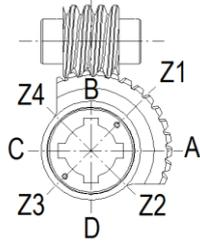
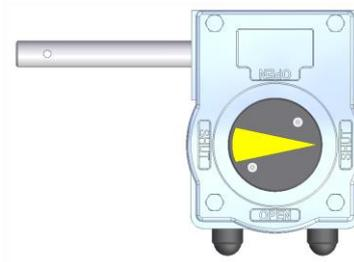
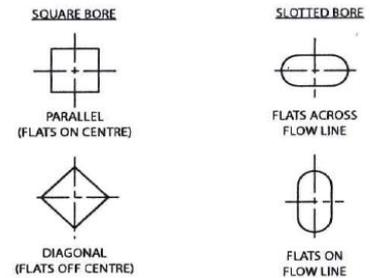

Figura 2: Chiave in posizione chiusa. Vista dall'alto
Figura 3: Riduttore AB sinistrorso. Vista dall'alto con lato inferiore dei perni filettati
Figura 4: Opzioni di manovra
La Figura 2 mostra le diverse opzioni di posizione della chiave. La Figura 3 mostra la vista dall'alto del riduttore sinistrorso standard. Nella Figura 4 sono illustrate le diverse opzioni di manovra. Su richiesta, opzioni di manovra con requisiti speciali.
7. Quando non è possibile raggiungere la posizione di apertura completa (90°), allentare l'apertura della vite di arresto (vedere la Figura 3) ruotandola in senso antiorario. Continuare a ruotare il volantino finché la valvola non è completamente aperta.